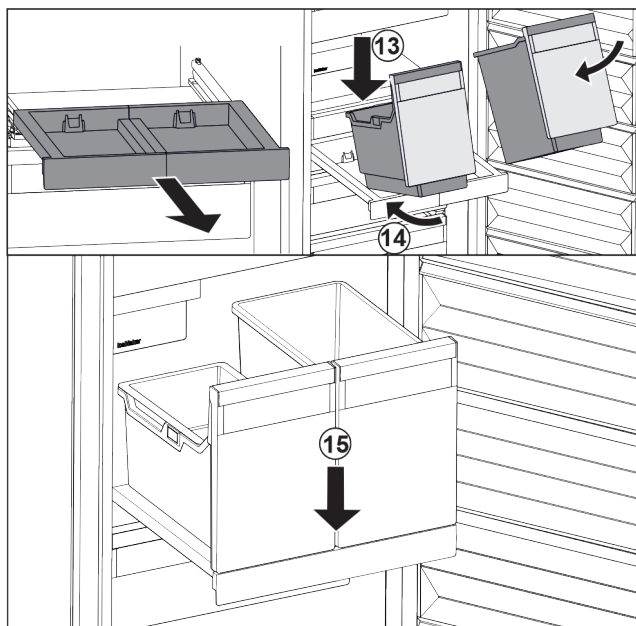

Fig. 24
- Placer les bacs sur le compartiment couissant en les inclinant. Fig. 24 (13)
- Pousser les bacs jusqu'au fond en les inclinant. Fig. 24 (14)
- Déposer les bacs par l'avant. Fig. 24 (15)